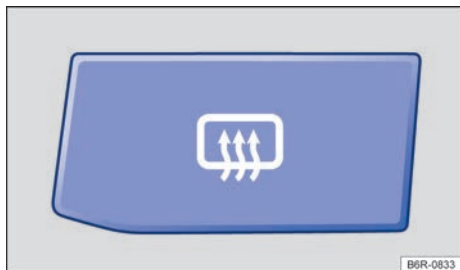

Fig. 81 En la consola central: botón del desempañador de la luneta.
- Presionar el botón → **fig. 81** para encender el desempañador de la luneta.